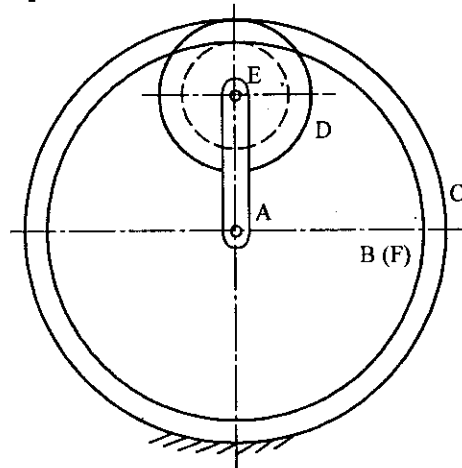

Fig. 7.25
**Solution :** (Refer fig. 7.25)